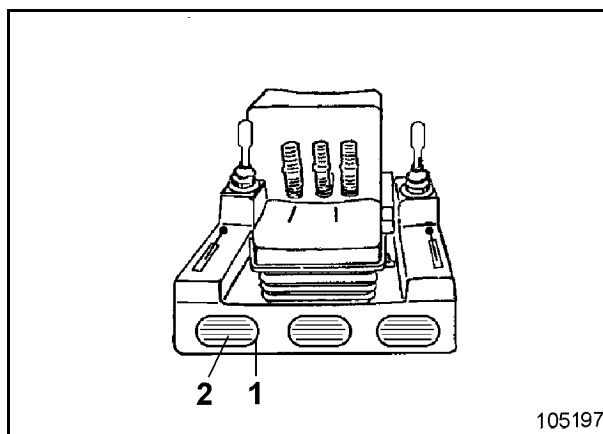

Fig. 3-136:
- ➔ Abdeckung (1, Fig. 3-136:) abnehmen.
- ➔ Filtermatte (2) wechseln.
- ➔ Abdeckung (1) wieder befestigen.